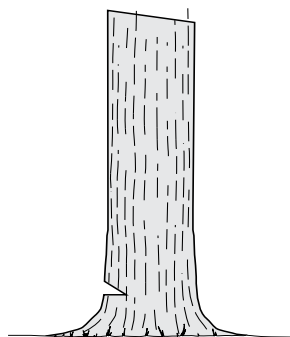

Fig. 24
- > Effectuez une entaille d'environ 1/3 du diamètre du tronc sur le côté de l'arbre. Réalisez des entailles de sorte qu'elles forment un angle droit avec la ligne de chute. Vous devez nettoyer cette entaille pour ne laisser qu'une ligne droite. Pour que le poids du bois ne se porte pas sur la tronçonneuse, effectuez toujours l'entaille inférieure avant la coupe supérieure (Fig. 24).